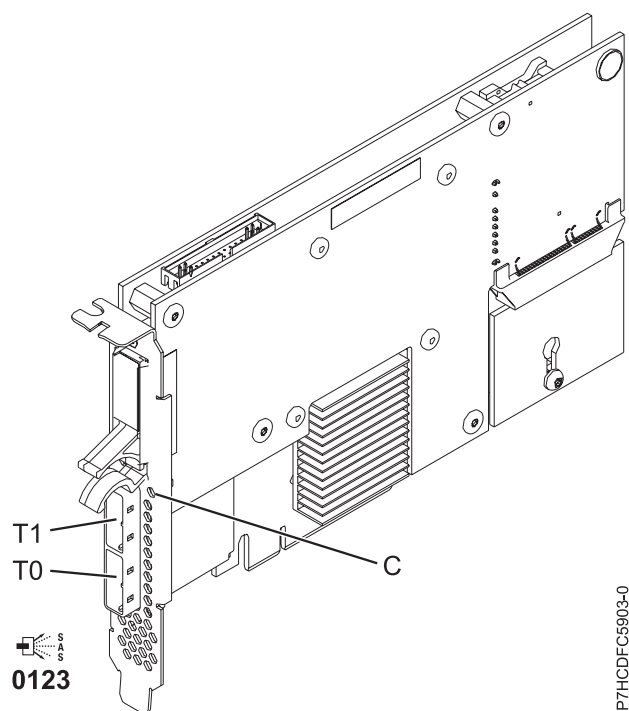

Figura 37. Adaptador RAID SAS PCIe Dual - x4 de 3 Gb
El adaptador 5903 o 5805 contiene un LED ((C) en Figura 37 en la página 109) que parpadea si hay datos en la memoria caché. El LED de presencia de datos en la memoria caché parpadea cuando es posible que haya datos en la memoria caché sobre el adaptador. Si el LED de presencia de datos en memoria caché está parpadeando, no sustituya la batería de memoria caché. Si se sustituye cuando el LED está parpadeando, los datos de la memoria caché se perderán. Consulte Figura 37 en la página 109 para localizar el LED de presencia de datos en la memoria caché sobre este adaptador.